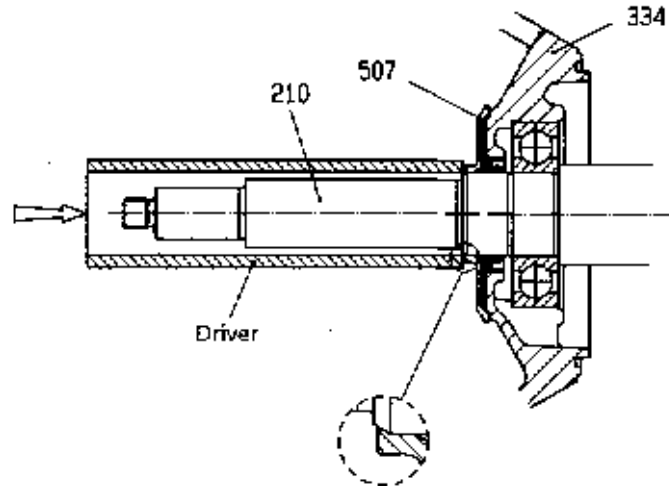

图 8.11
- 将防尘盘（507）沿轴向压到轴上，紧靠轴肩。防尘盘和托架（344）间需留有间隙。如果需要，可使用套管安装（见图 8.11），不要用力过度。